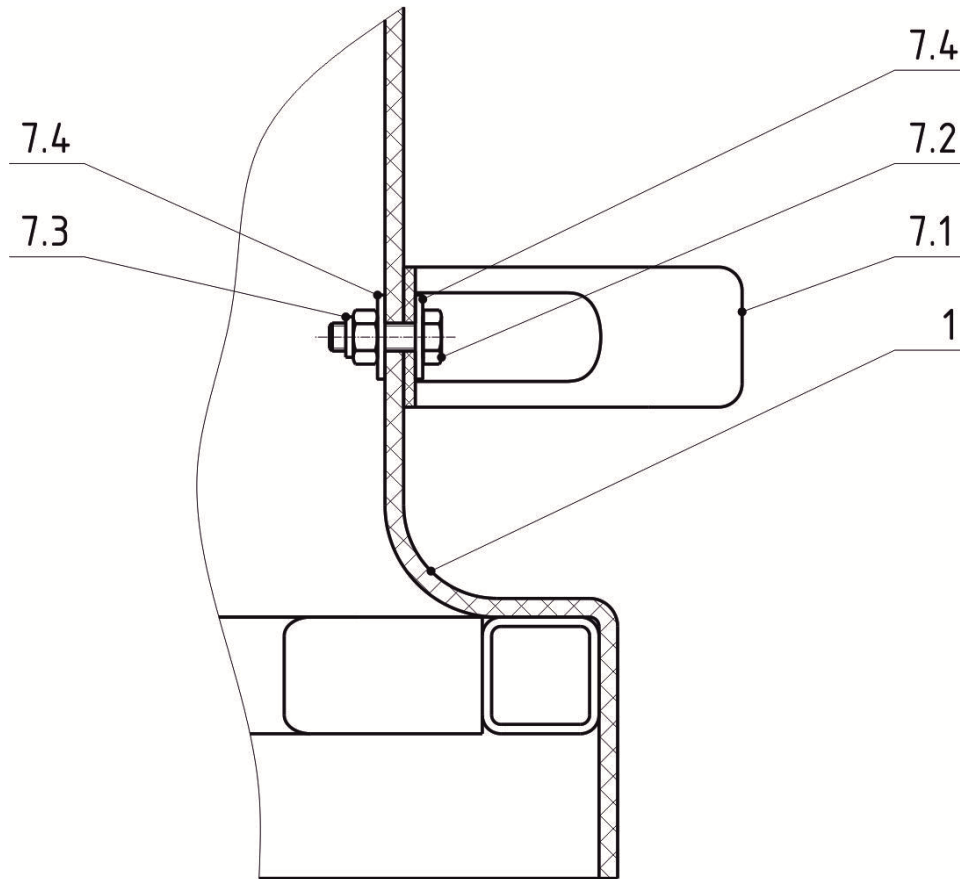

Рисунок 4.
24. В отверстия, на задней стенке крышки установить в соответствующем порядке (рис. 4) болты 7.2, шайбы 7.4, ручку 7.1 с одной стороны и шайбы 7.4, гайки 7.3 с другой стороны крышки.